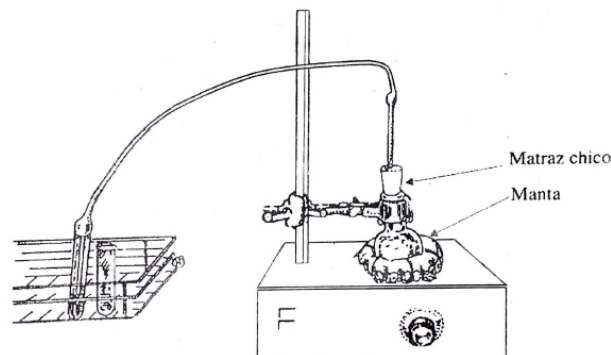

Figura 7.1
- 1.4 Tapar el matraz con un tapón monohoradado, colocando un tubo de desprendimiento como lo muestra la figura 7.1